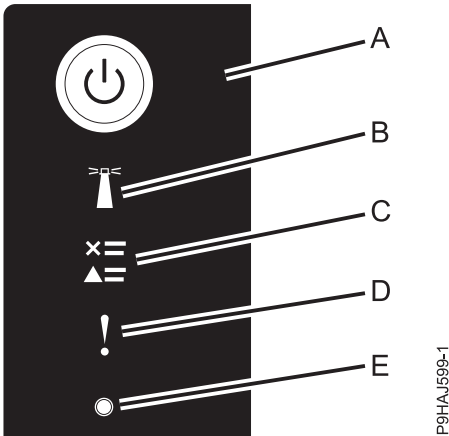

図 7. コントロール・パネルの LED
- 次の図に示す電源 LED (A) が明滅している。
3. 13 ページの図 7 に示すように、コントロール・パネル上の電源ボタン (A) を押します。